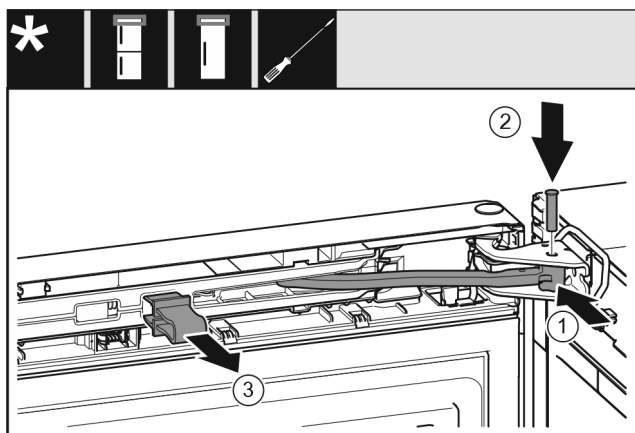

Fig. 42
- ▶ Okrenite zglobov Fig. 42 (1) u podlošku ležaja.
- ▶ Umetnite svornjak Fig. 42 (2) u podlošku ležaja i zglobov. Pritom se pobrinite za to da uskočna izbočina ispravno leži u utoru.
- ▶ Skinite osigurač Fig. 42 (3).